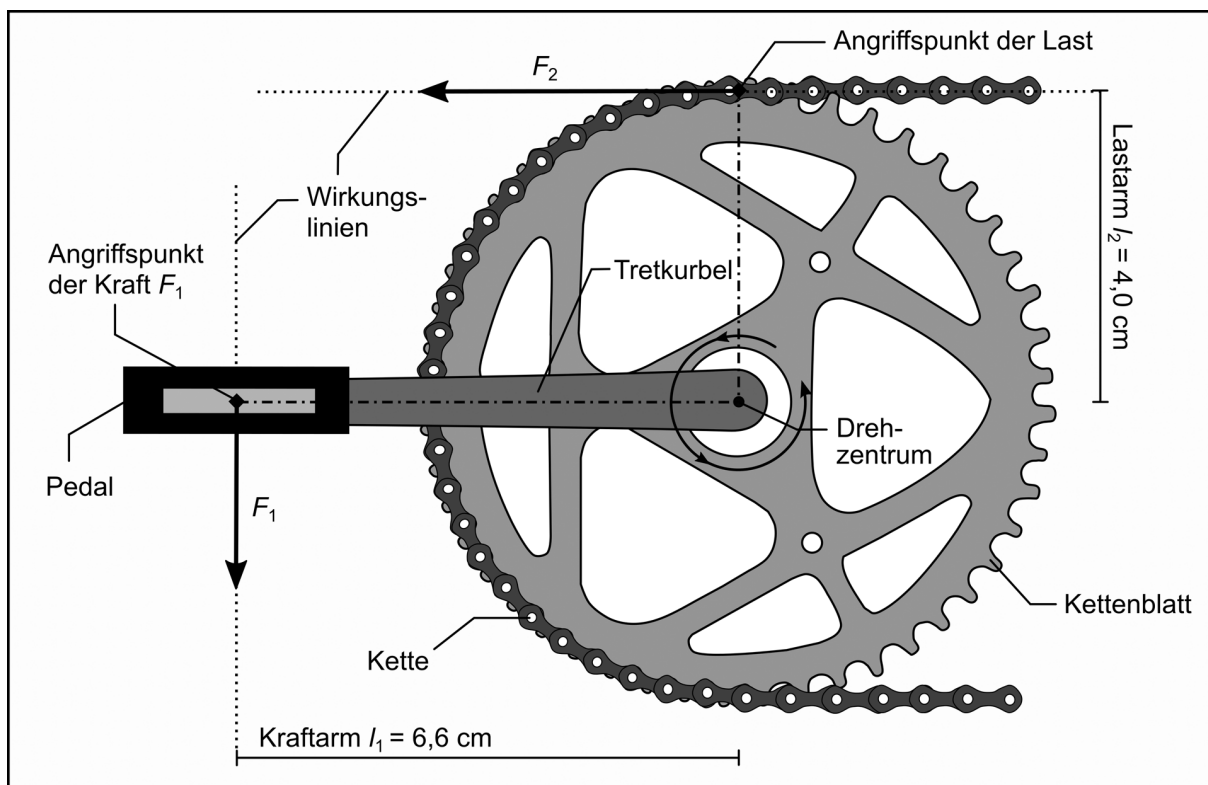

Abb. 16: Kräfte und Hebelarme am Kettenblatt (zweiseitiger, gewinkelter Hebel)
- 1.–4. Beim Pedal in Verbindung mit den Tretkurbeln und dem Kettenblatt handelt es sich um einen **zweiseitigen**, gewinkelten Hebel. Die Bestandteile des Hebels sowie die Wirkungslinien der Kräfte sind in Abb. 16 eingezeichnet. Das Verhältnis der Längen von Kraft- und Lastarm beträgt $\ell_1/\ell_2 \approx 1,7$.
7. Die Kräfte sind in Abb. 16 dargestellt. Dabei entspricht eine Pfeillänge von 1 cm einer Kraft von 200 N.